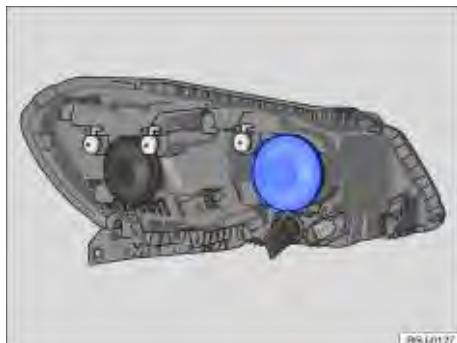

Fig. 179 No compartimento do motor: localização da lâmpada incandescente do farol alto / longo alcance e luz de posição.
3. Remover a cobertura de borracha na parte traseira do farol \Rightarrow Fig. 179.
3. Remover a cobertura de borracha na parte traseira do farol ⇒ Fig. 179.